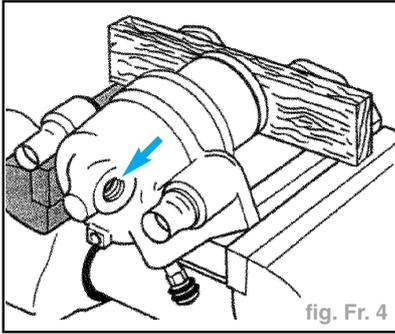

fig. Fr. 4
- Dépose du piston (fig. Fr. 4) :